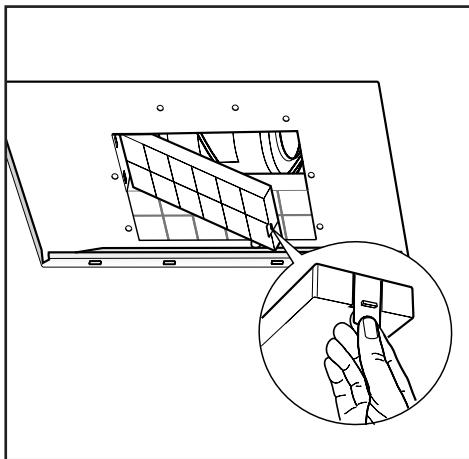
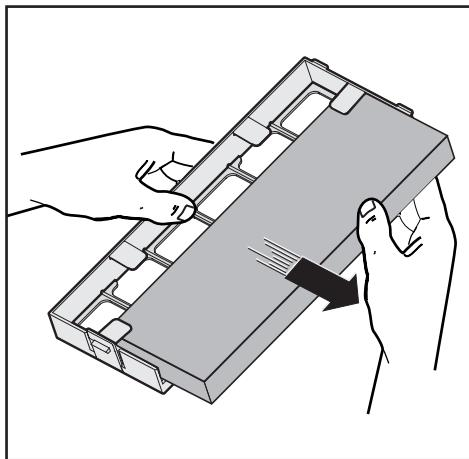

Fig.6
Fig.7
- Abbiamo disponibili due tipi diversi di Kit, uno con filtri al carbone attivo non rigenerabili (Fig.6) e l'altro con i filtri al carbone attivo rigenerabili (Fig.7).